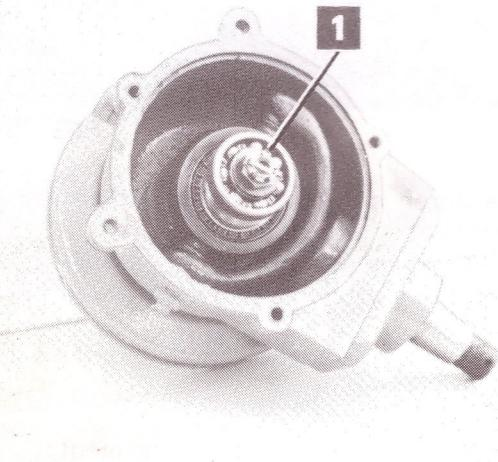

FIG. 54
- régler les roulements à rouleaux coniques en agissant sur l'écrou (1 fig 54) en éliminant complètement le jeu, mais sans qu'ils soient durs ; ils doivent tourner librement.